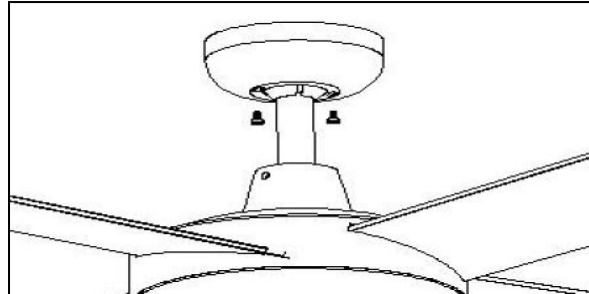

Fig. 10
- Cubra el soporte de montaje con el dosel. Asegúrese de que todo el cableado eléctrico está dentro del dosel y de que no ha sido dañado durante esta operación. Asegure el dosel al soporte de suspensión utilizando los tornillos suministrados. Fig 10.